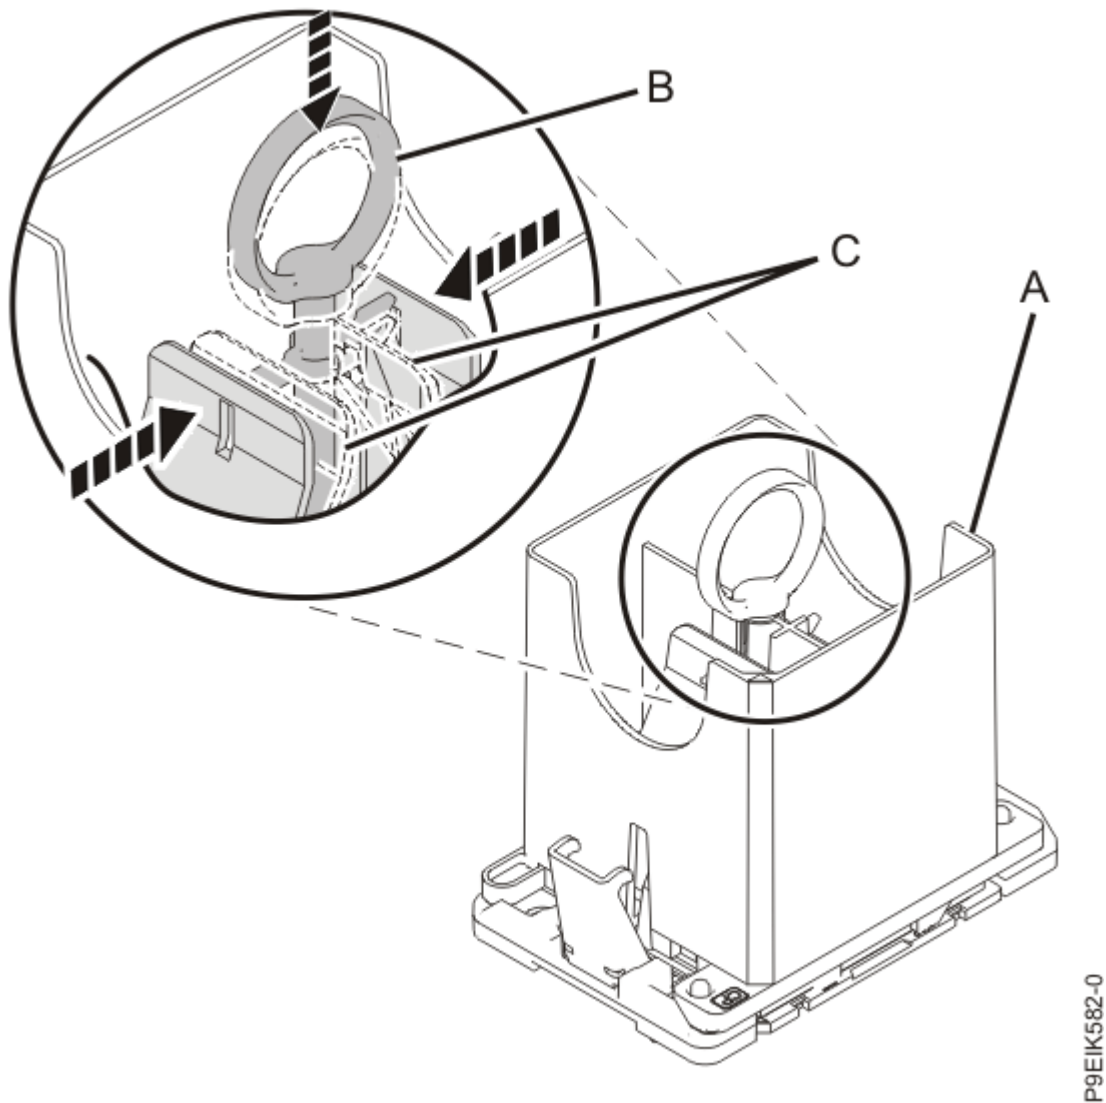

Abbildung 18. Werkzeug vom Systemprozessormodul trennen
- d) Öffnen Sie die Verriegelungen, die das Systemprozessormodul im bereitgestellten Ausbauwerkzeug **(A)** halten (siehe Abbildung 18 auf Seite 21). Drücken Sie von oben auf den Ring **(B)**, während Sie auf die Hebel **(C)** drücken.